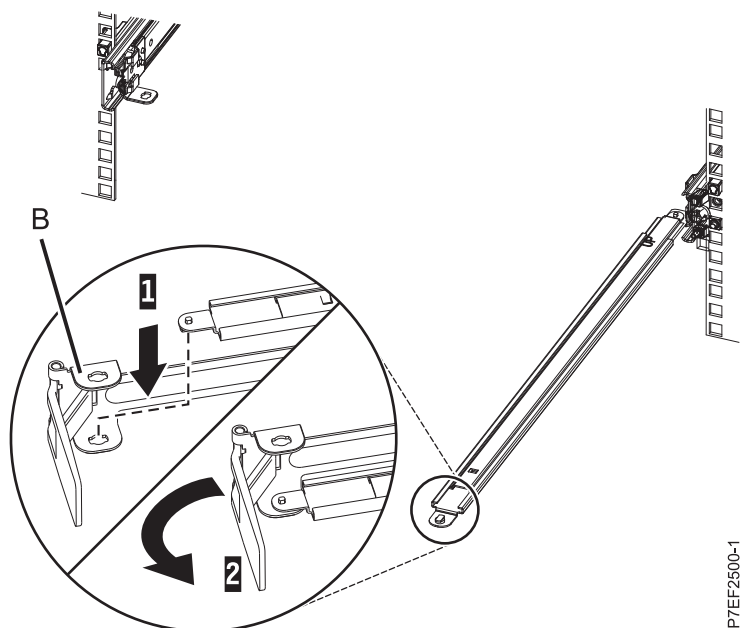

図 11. サポート・アームへのケーブル・マネジメント停止ブラケットの固定
3. L 字型のケーブル・マネジメント停止ブラケット (B) の下部内側の隅にある穴を見つけます。サポート・アーム先端の下面にあるロック用タブがブラケットの穴の位置に合うように、サポート・アームの接続されていない端の位置を合わせます。タブを穴 (1) に挿し込み、ブラケット (2) を回して、サポート・アームに固定します。詳しくは、9 ページの図 11 を参照してください。